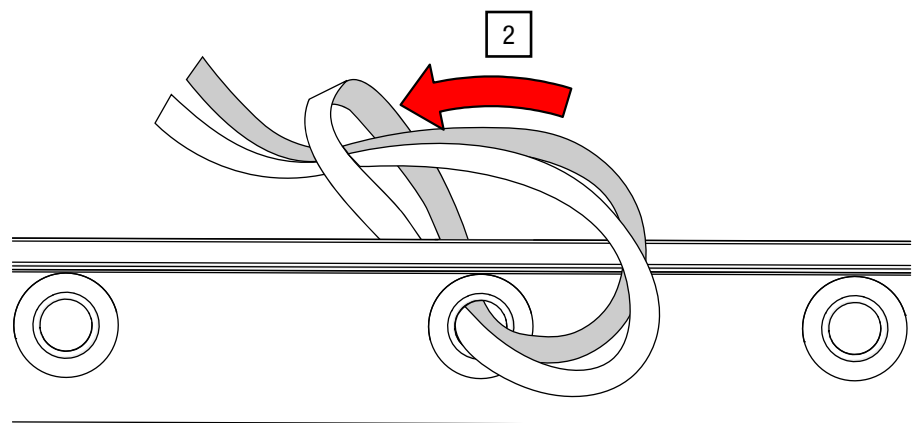

Abb. 90: Bindeband – Lose Enden durch Schlaufe ziehen
2. Ziehen Sie die beiden losen Enden des Bindebands durch die neu entstandene Schlaufe (siehe Abb. 90).